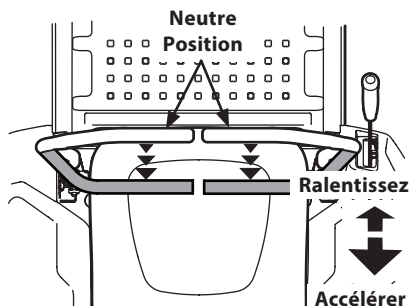

Figure 26
1. Déplacez lentement et uniformément les deux leviers de contrôle vers l'arrière. Le tracteur commencera à se déplacer en sens inverse. Consultez la Figure 26.